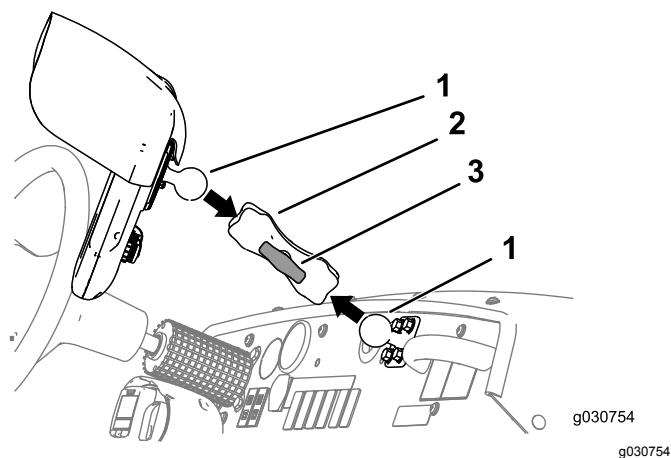

図 159
- モニターアームのノブをゆるめて、モニター裏側のフィッティング用のボールピボットとダッシュボード側のボールピボットの両方をモニターアームのソケットに入れる 図 159。
- 運転席左側座席に座り、モニターが見やすいようにモニターの位置と向きを調整する 図 159。
- モニターアームのノブを手で締めつける 図 159。